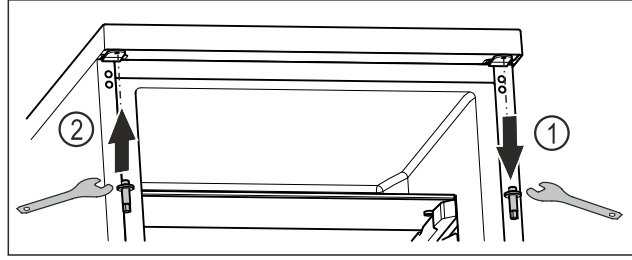

Fig. 19
- Üst pimi altı köşe lokma anahtarı ile çıkarın. Fig. 19 (1)
- Pimi diğer tarafa takın ve altı köşe lokma anahtarı ile sıkıca vidalayın. Fig. 19 (2)